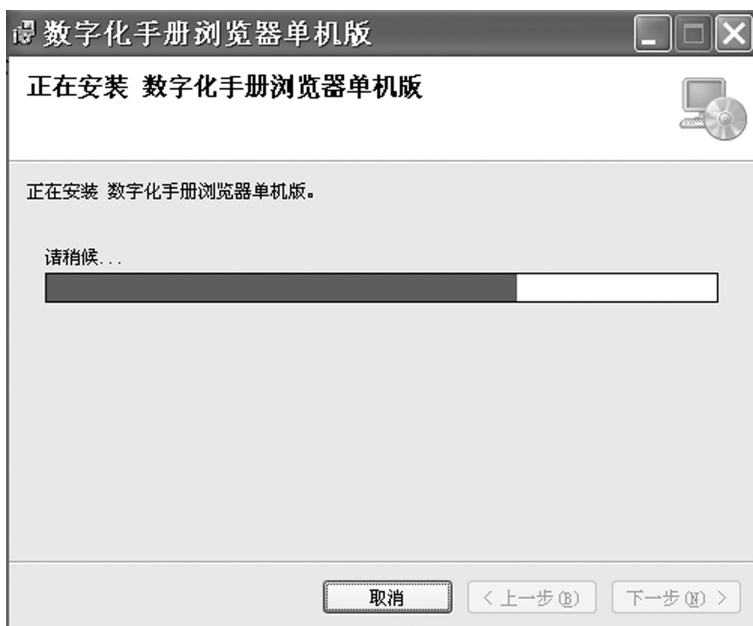

图 1-7 安装过程
7) 安装过程中，安装向导显示如图 1-7 所示的安装过程。在安装过程中，用户可